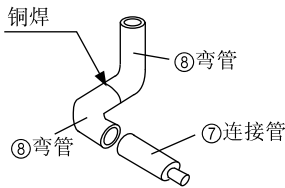

图 1
- (1) 取下安装在管道上铜帽和橡胶垫块以及分配器 (气体) (选购件) 的法兰。
- (2) 使用指定形状的弯管 (⑧) 在机组外面组装并进行铜焊 (见图1)。